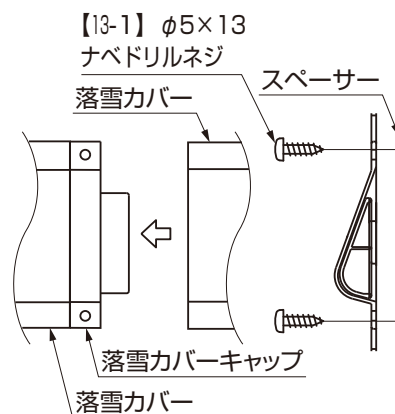

図3-2 連棟する場合
- 連棟時は、連棟側の一方のキャップを取り、もう一方のキャップと連結し、アーチカバーのすき間にスペーサーを貼付けてください。(図3-2参照)